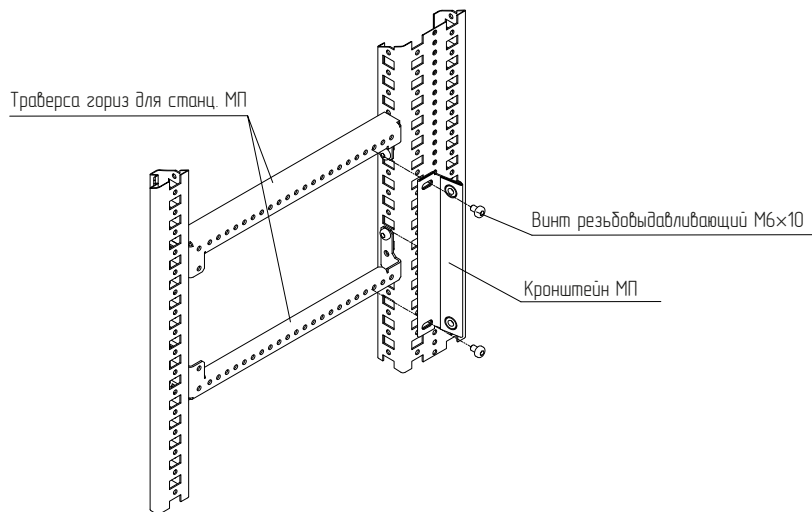

Рисунок 4
4.1.3 Приложить кронштейн МП к траверсам горизонтальным для стационарных МП и закрепить винтами М6х10 (рисунок 4). Момент затяжки – 7 Н·м.